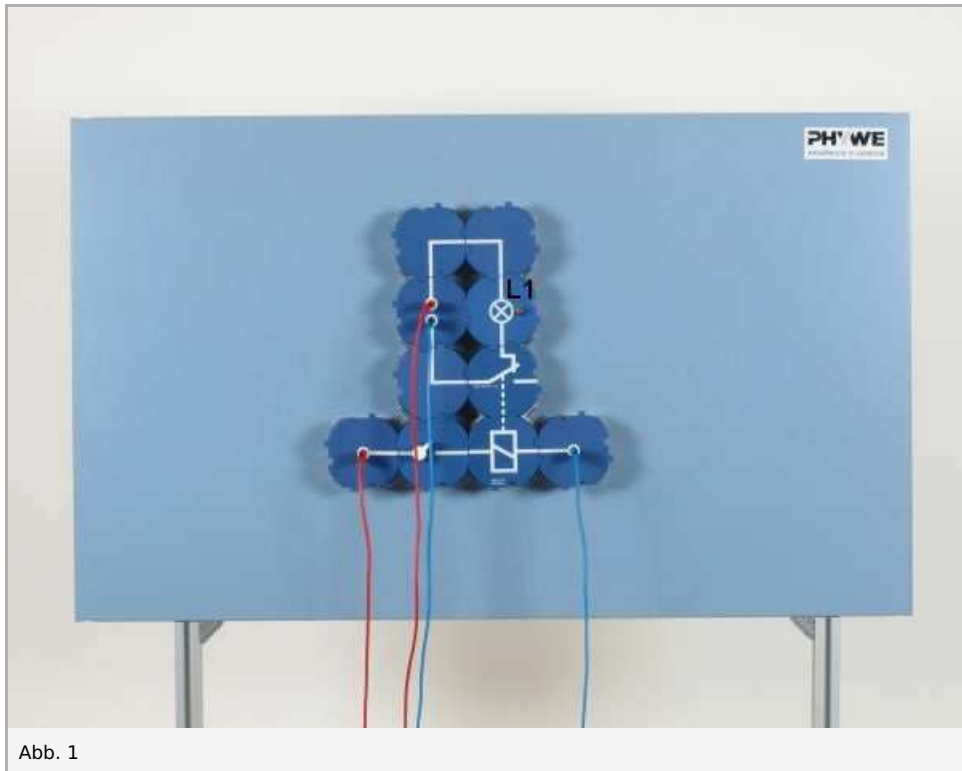

Abb. 1
- Versuch entsprechend Abb. 1 mit nur einem Arbeitsstromkreis (mit der Glühlampe L1) aufbauen; für den Steuerstromkreis 6 V- und für den Arbeitsstromkreis 6 V~ einstellen
- Steuerstromkreis wiederholt schließen und öffnen; dabei die Glühlampe L1 beobachten (1)